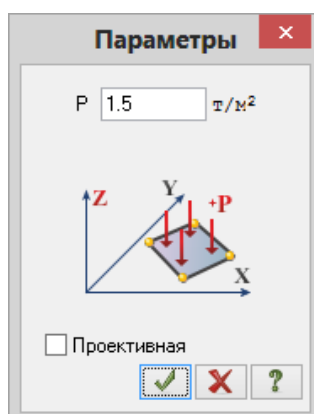

Рис.4.24. Диалоговое окно **Параметры**
- В этом окне задайте интенсивность нагрузки $p = 1.5 \text{ т/м}^2$ (рис.4.24).